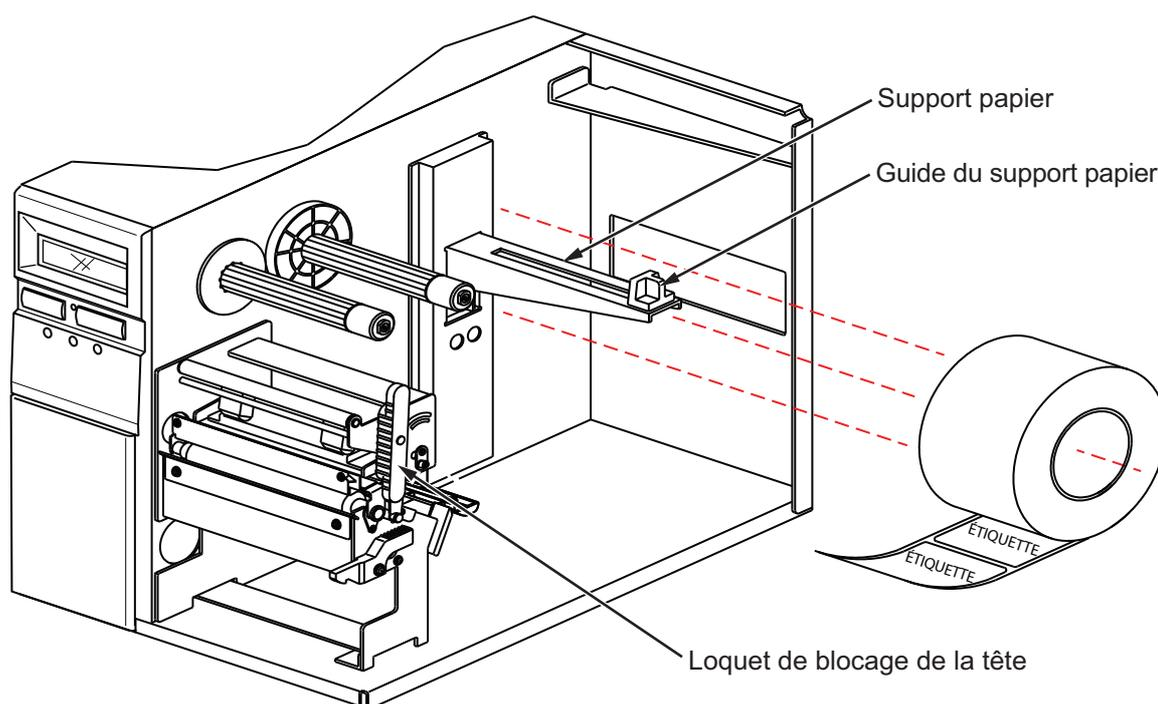

Figure 2-2, Chargement d'étiquettes en rouleau
3. Chargez le rouleau directement sur le **support**. Voir la figure 2-2